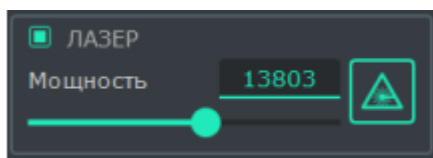

Рисунок 9 – Лазер.
- Открыть меню Сервис → Настройки и в разделе Информация о станке ввести измеренные значения в поля Смещение лазера, мм. При этом смещение по оси X должно быть положительным числом, если лазер расположен относительно шпинделя в положительном направлении оси X. Иначе смещение имеет отрицательный знак. Аналогично для оси Y: смещение положительно, если лазер расположен относительно шпинделя в положительном направлении оси Y (Рисунок 9).